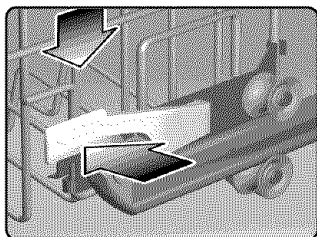

Figure 9/Illus. 9
- 3) Press the RackMatic™ handles inward, as shown in Figure 9, and let the rack drop gently while supporting it with your hands.
- 3) Presser les poignées RackMatic^{mc} vers l'intérieur, figure 9, et laisser le panier tomber délicatement tout en le supportant avec les mains.
3) Oprima las manillas del RackMaticTM hacia adentro tal como muestra la Ilustración 9 y permita que el estante se caiga delicadamente mientras lo sostenga con las manos.